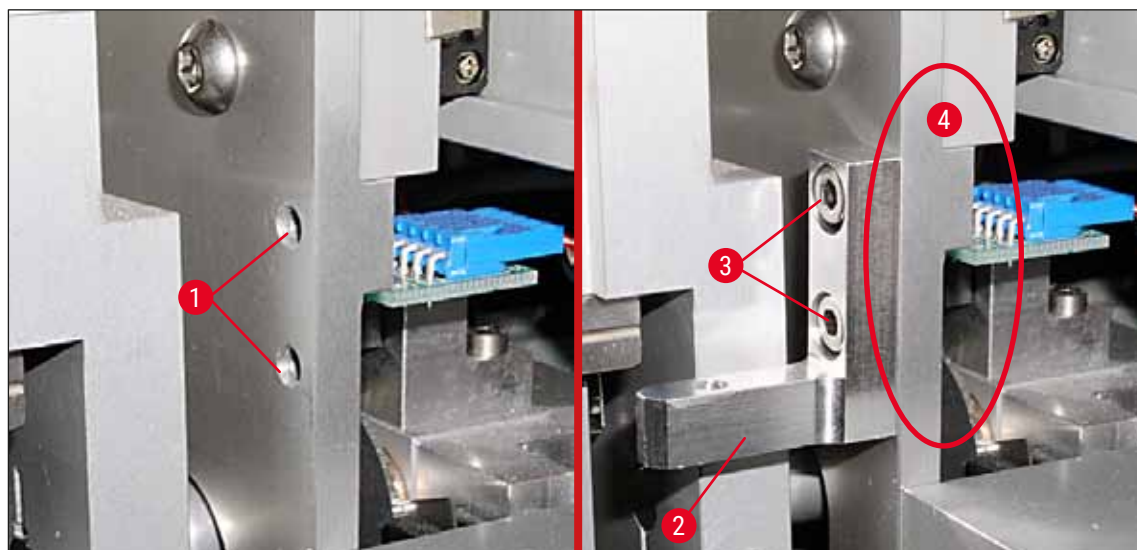

Fig. 21
2. Spænd først monteringsvinklen (→ Fig. 21-2) i borerne (→ Fig. 21-1) i kabinévæggen (→ Fig. 21-4) med de to skruer (→ Fig. 21-3). Sørg for, at monteringsvinklen sidder parallelt med kanten på kabinetvæggen (ellipse, (→ Fig. 21)).
2. Hvis objektglassets kant berører låget på børsteholderen, kan der udføres en finjustering, efter at skruerne (→ Fig. 21-3) på kabinetvæggen (→ Fig. 21). Udnyt her frigangen, der findes i boringerne.